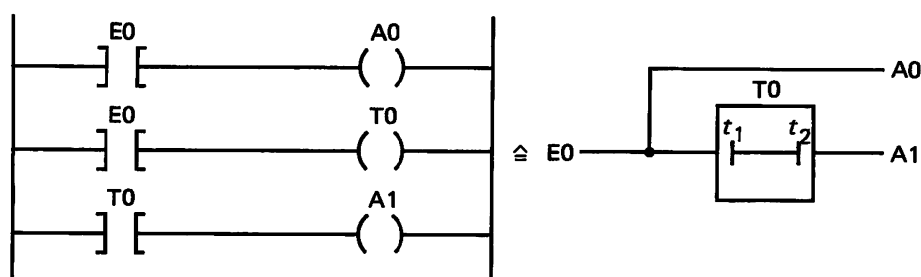

Bild D 37.2
- Den Kontaktplan gibt das Bild D 37.2 wieder.